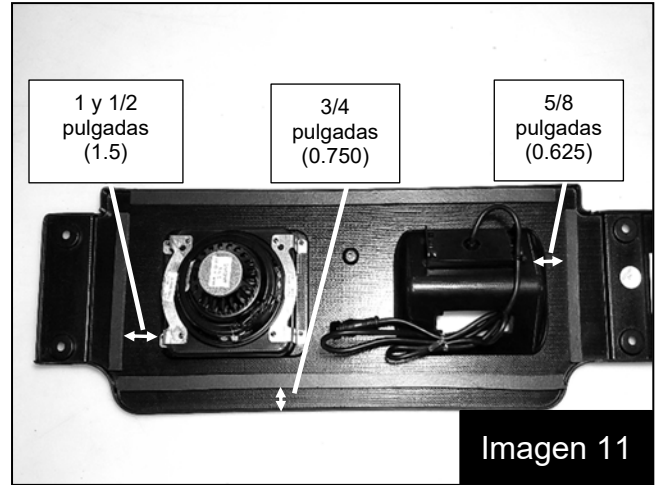

Imagen 11
16. Installez la mousse fournie sur les deux côtés du baffle des haut-parleurs comme indiqué à la Fig. 11.
16. Instale la cinta de espuma suministrada en ambos lados de la pantalla acústica del altavoz como se muestra en la imagen 11.